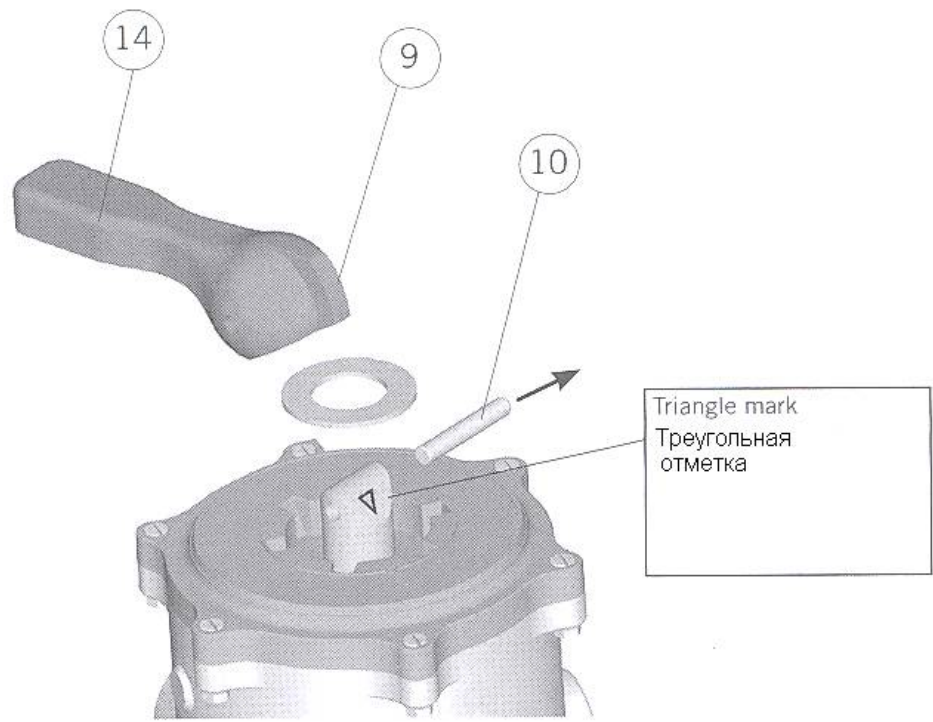
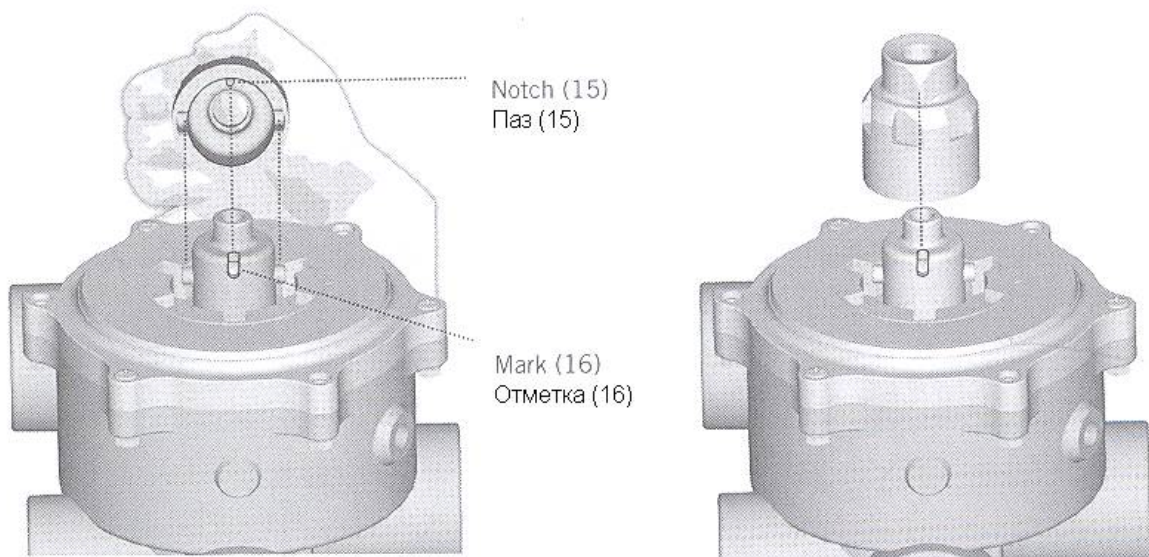

FIG. 6
FIG. 7
Для установки рукоятки, разместите рукоятку\* (14) (ПРИЛОЖЕНИЕ 2 – Рис. 6) таким образом, чтобы треугольник на валу колпака совпадал с установочным устройством рукоятки (9). После его установки, можно вставлять штифт\* (10).
**6.5 Как переключить режим работы клапана с ручного на автоматический.** Снимите штифт (10) (ПРИЛОЖЕНИЕ 2 – Рис. 6), снимите ручку (14) и установите деталь (7) (ПРИЛОЖЕНИЕ 2 – Рис. 5). Это осуществляется ориентированием отметки (A), таким образом, чтобы она совпадала с треугольником (ПРИЛОЖЕНИЕ 2 – Рис. 6). После установки на своё место, необходимо вставить штифт (6) (ПРИЛОЖЕНИЕ 6 – Рис. 5), который подлежит центровки по длине. Затем установите деталь (5) (ПРИЛОЖЕНИЕ 2 – Рис. 4). Совместите внутренний паз (15) с отметкой (16). Иллюстрацию сборки можно посмотреть в ПРИЛОЖЕНИЕ 2, рис. 7. Деталь 7 должна правильно располагаться на посадочном месте (есть только одно направление сборки). Закрутите винт (3). Его не нужно затягивать до конца, так как впоследствии потребуется его ослабить для ориентирования со штифтом (4) на двигателе в сборе. На данном этапе можно начинать собирать модульную конструкцию, как описано в **процедуре установки модуля клапана**.